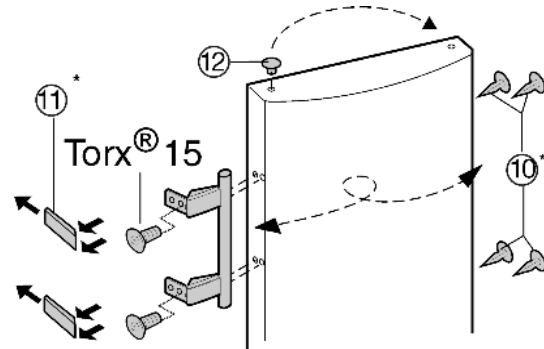

Fig. 9
- ▶ Estrarre il tappo Fig. 9 (12) dall'alloggiamento del supporto della porta e spostarlo.
- ▶ Smontare la maniglia della porta, i tappi Fig. 9 (10) e le piastre di spinta Fig. 9 (11) e spostare sul lato opposto.